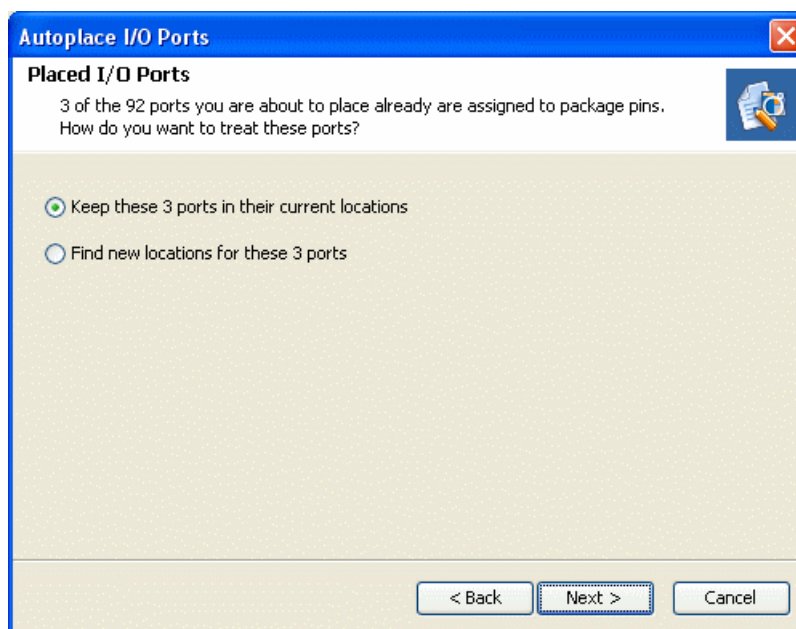

図 8-28 : Autoplace I/O Ports ウィザード
4. 既にパッケージ ピンに割り当てられている I/O ポートのみを選択すると、257 ページの図 8-28 のページが表示されます。